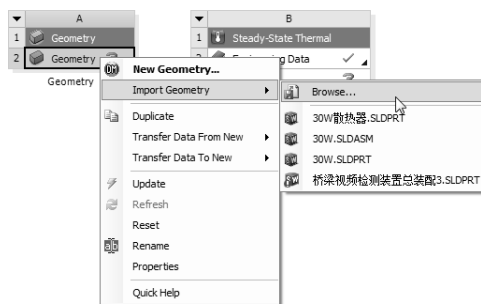

图 11-70 选择【Import Geometry】|【Browse】命令
1) 在 A2 栏的【Geometry】项上单击鼠标右键，在弹出的快捷菜单中选择【Import Geometry】|【Browse】命令，如图 11-70 所示，弹出【打开】对话框。